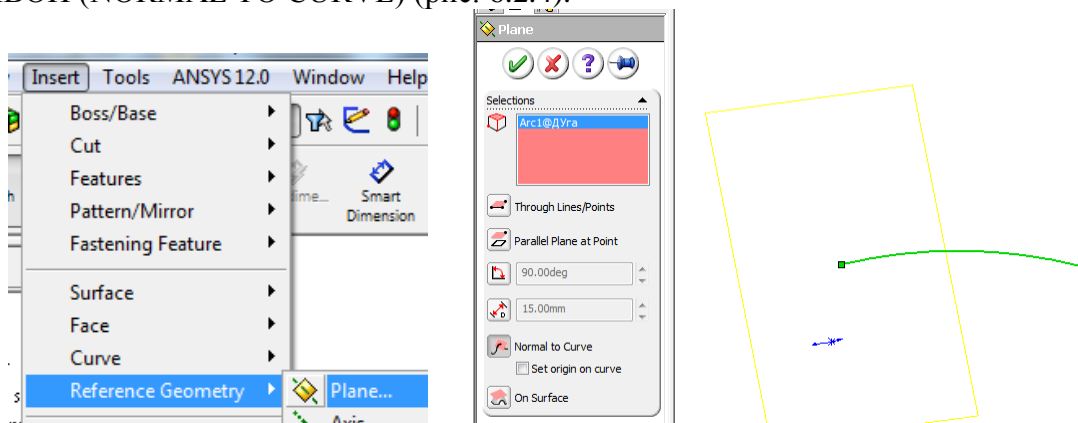

Рис. 6.2.4. Створення площини, що нормальна до кривої
5. Створимо тривимірну дугу. Тривимірна дуга створюється на основі траєкторії дуги і її поперечного перерізу. Поперечний переріз лежить у площині перпендикулярній траєкторії. Спочатку створіть додаткову площину, використовуючи опцію **ПО НОРМАЛИ К КРИВОЙ (NORMAL TO CURVE)** (рис. 6.2.4).